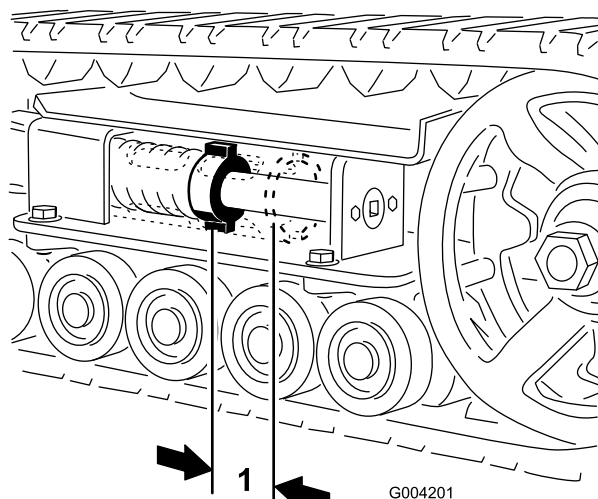
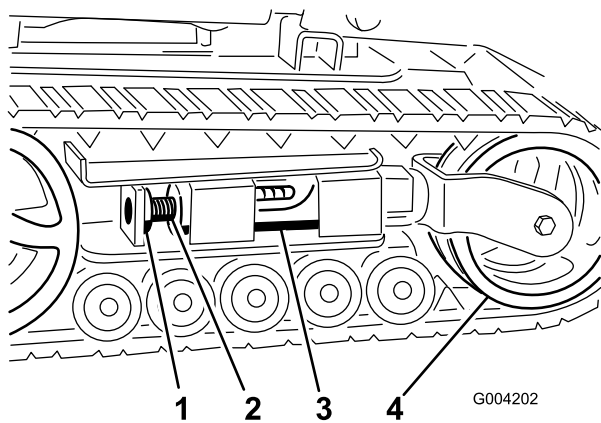
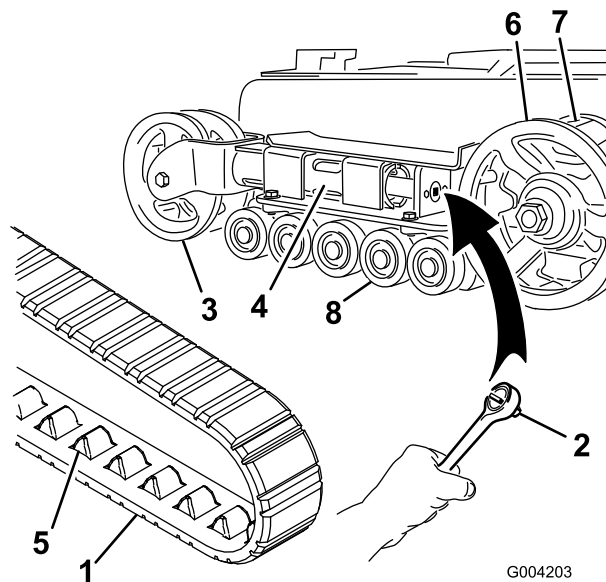
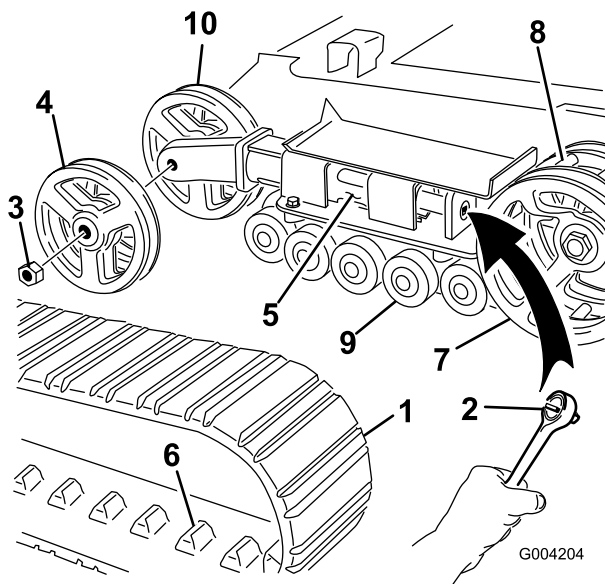

Рисунок 44
Рисунок 45
Рисунок 46
Рисунок 47
Между натяжной гайкой и задней стороной натяжной трубы должен быть зазор 2-3/4 дюйма (7 см) (Рисунок 44). Если это не так, отрегулируйте натяжение гусеницы, используя следующую методику:
3. Отвинтите зажимной болт и гайку (Рисунок 45).
4. Используя сменную головку размером 1/2 дюйма (Рисунок 46), поворачивайте натяжной винт против часовой стрелки до тех пор, пока расстояние между натяжной гайкой и задней стороной натяжной трубы (Рисунок 44) не станет равным 2-3/4 дюйма (7 см).
5. Совместите ближайшую выемку в натяжном винте с отверстием в зажимном болте и закрепите винт при помощи зажимного болта и гайки (Рисунок 45).
4. Используя сменную головку размером 1/2 дюйма, ослабьте натяжение привода, вращая натяжной винт по часовой стрелке (Рисунок 45 и Рисунок 46).
5. Надавите на натяжной каток в направлении задней части тягового блока, чтобы придвинуть трубу вилки к каркасу (Рисунок 46). (Если она не касается каркаса, продолжайте вращать натяжной винт до тех пор, пока труба вилки не приблизится вплотную к каркасу.)
7. Когда гусеница будет снята с натяжного катка, снимите ее с ведущего колеса и опорных катков (Рисунок 46).
8. Начиная с ведущего колеса, проложите вокруг него новую гусеницу, убедившись, что выступы на гусенице входят в зазор между проставками на колесе (Рисунок 46).
9. Протолкните гусеницу под опорные катки и одновременно между ними (Рисунок 46).
11. Вращайте натяжной винт против часовой стрелки до тех пор, пока расстояние между натяжной гайкой и задней стороной трубы вилки (Рисунок 44) не станет равным 2-3/4 дюйма (7 см).
4. Используя сменную головку размером 1/2 дюйма, ослабьте натяжение привода, вращая натяжной винт по часовой стрелке (Рисунок 45 и Рисунок 47).
5. Надавите на натяжной каток в направлении задней части тягового блока, чтобы придвинуть трубу вилки к каркасу (Рисунок 47). (Если она не касается каркаса, продолжайте вращать натяжной винт до тех пор, пока труба вилки не приблизится вплотную к каркасу.)
6. Отвинтите гайку, которая крепит внешний натяжной каток, и снимите каток (Рисунок 47).
7. Снимите гусеницу (Рисунок 47).
8. Отвинтите гайку, которая крепит внутренний натяжной каток, и снимите каток (Рисунок 47).
12. Установите внутренний натяжной каток и закрепите его отвинченной ранее гайкой (Рисунок 47).
14. Установите новую гусеницу, убедившись, что выступы на гусенице входят в зазор между проставками в средней части ведущего колеса (Рисунок 47).
15. Установите внешний натяжной каток и закрепите его отвинченной ранее гайкой (Рисунок 47).
17. Вращайте натяжной винт против часовой стрелки до тех пор, пока расстояние между натяжной гайкой и задней стороной натяжной трубы (Рисунок 44) не станет равным 2-3/4 дюйма (7 см).